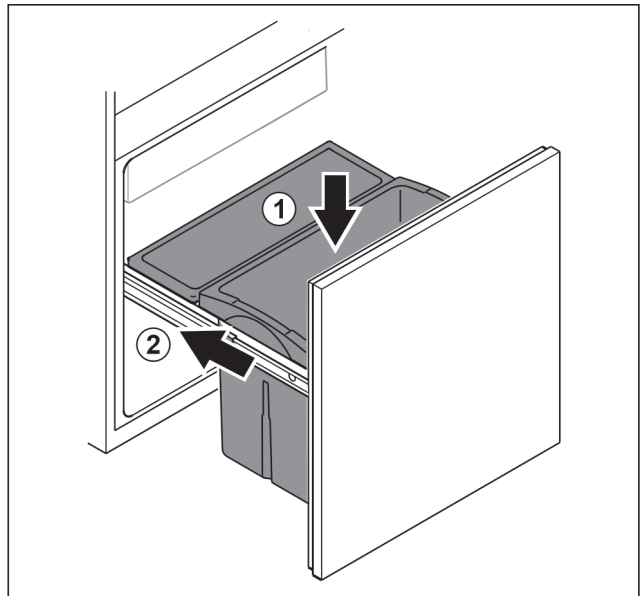

Fig. 54
- ▶ Вставьте выдвижной ящик сверху. Fig. 54 (1)
- ▶ Вставьте выдвижную тележку. Fig. 54 (2)